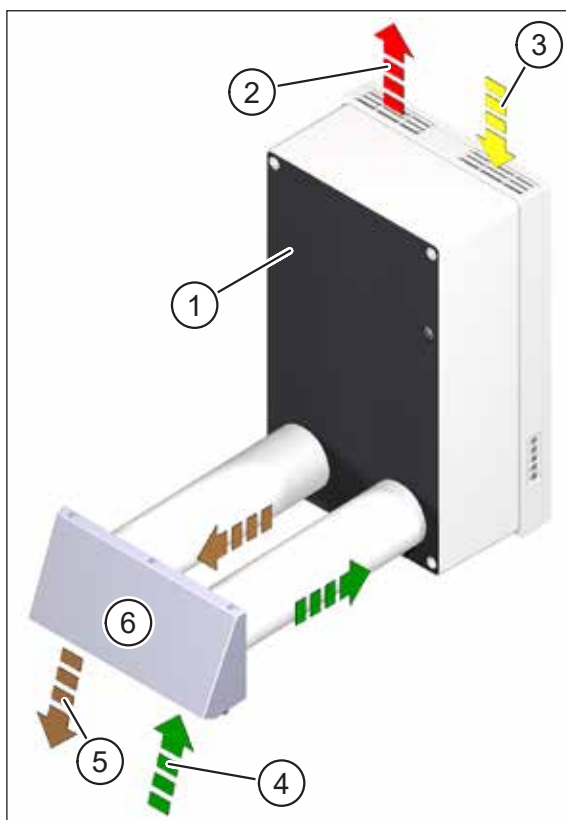
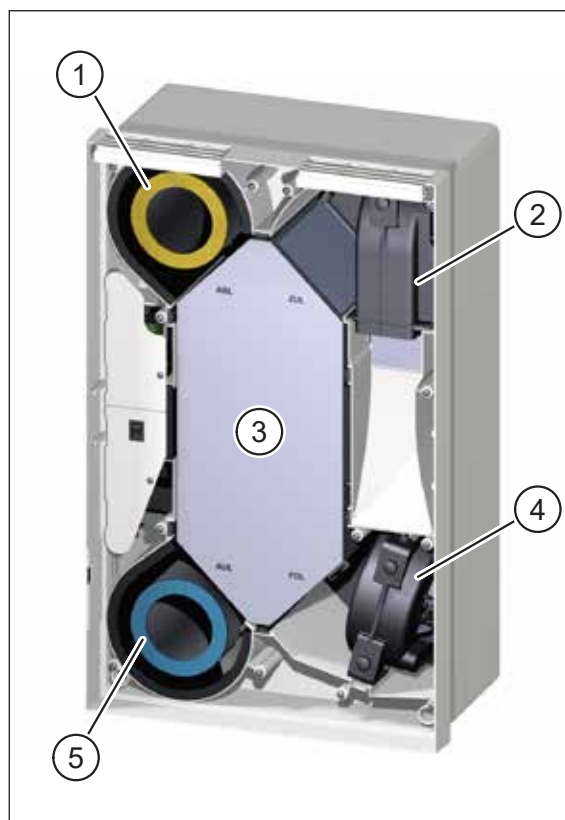

Fig. 8 : Principe de fonctionnement de l'appareil
Fig. 9 : Composants relatifs au renouvellement de l'air
Pos. dans Fig. 8	Désignation
Pos. dans Fig. 9	Désignation
L'appareil d'aération est caractérisé par un mode de fonctionnement continu, un acheminement simultané de l'air neuf et de l'air repris, ainsi que le guidage et le filtrage séparés de l'air neuf et de l'air repris. Les ventilateurs autorégulateurs (constance du débit volumétrique) sont agencés côté air fourni et air rejeté. Le ventilateur d'air fourni (pos. 2 dans Fig. 9) achemine l'air neuf (pos. 4 dans Fig. 8) par le biais du filtre d'air neuf (pos. 5 dans Fig. 9) et de l'échangeur thermique à plaques à contre-courant croisé (pos. 3 dans Fig. 9) à l'intérieur, en tant qu'air fourni (pos. 2 dans Fig. 8). Le ventilateur d'air rejeté (pos. 4 dans Fig. 9) aspire l'air repris (pos. 3 dans Fig. 8) de l'intérieur des pièces. L'air repris est épuré dans le filtre d'air repris (pos. 1 dans Fig. 9), guidé par le biais de l'échangeur thermique à plaques à contre-courant croisé et évacué comme air rejeté (pos. 5 dans Fig. 8) vers l'extérieur. Les ventilateurs d'air fourni et d'air repris transportent respectivement le même volume d'air. La pression interne demeure presque constante.